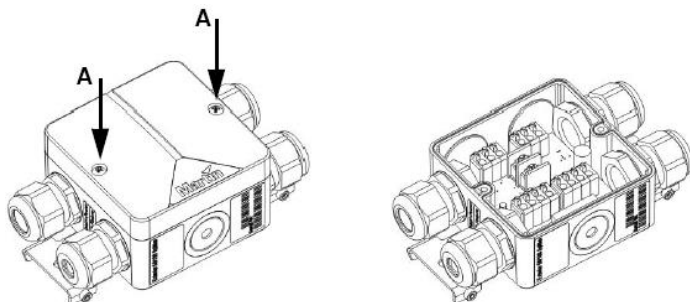

Рис. 20. Внутренний доступ к сплиттеру.
2. См. Рис. 20. Выкрутите два винта **A** из верхней панели и поднимите ее, чтобы получить доступ к клеммам и предохранителю.